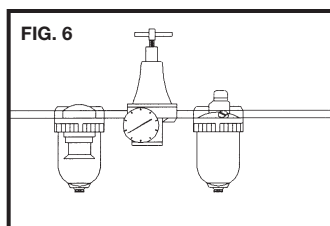

FIG. 6
8. **Use ar comprimido limpo e seco, regulado entre 70 e 120 PSI (4,8 a 8,3 BAR).** Fig. 6.